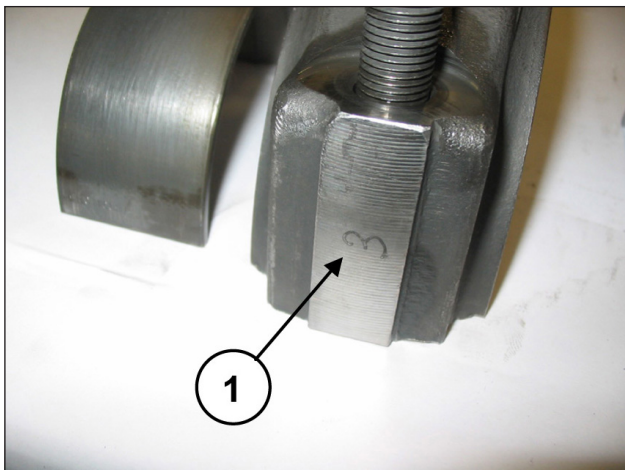

Fig. 24
Para evitar posibles errores, sombreretes y semibielas han sido enumerados en un lateral (pos. ①, Fig. 24).